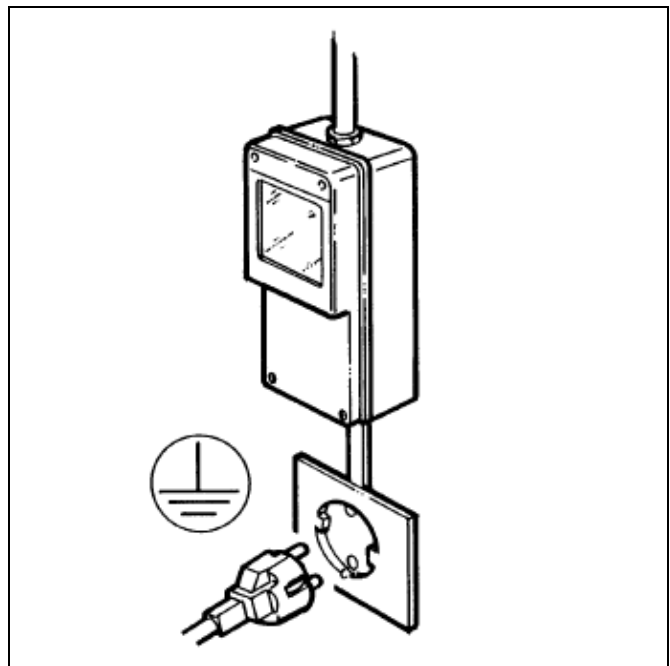

Fig. 3
S'assurer que le raccordement est effectué à une installation dotée de mise à la terre efficace comme il est prévu par la réglementation de sécurité en vigueur (fig.3). Le fabricant ne peut être considéré comme responsable pour d'éventuels dommages causés par un manque de mise à la terre de l'installation.
- Il est indispensable, pour une installation sûre et correcte, de disposer d'une prise spéciale commandée par un interrupteur magnéto-thermique avec une distance d'ouverture des contacts égale ou supérieure à 3mm, conforme à la réglementation nationale de sécurité en vigueur (fig.3).